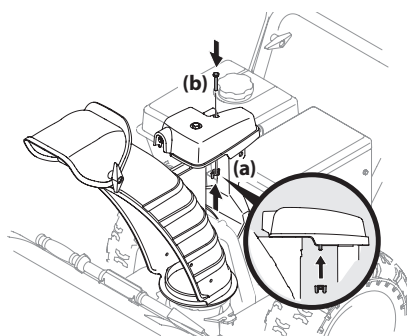

Figure 2-15
3. Continuez l'installation de la goulotte sur son support avec l'écrou à oreilles (a) et la vis hex. (b) retirés au paragraphe 1. Voir Figure 2-15.